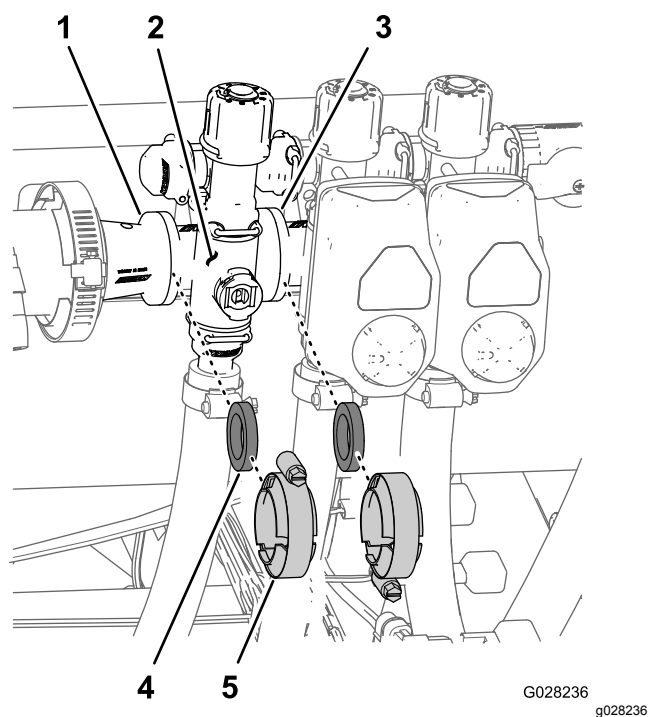

Рисунок 68
1. Снимите хомуты и прокладки, которые крепят коллектор клапана секции (Рисунок 68) к примыкающему клапану секции (если это левый клапан секции, а также переходная муфта).